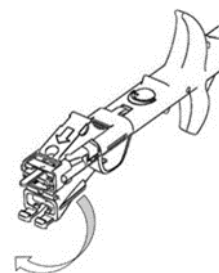

Fig. 4
6. Lösen Sie vorsichtig die Kartuschenspitze aus ihrer Halterung. Achten Sie darauf, dass Sie die Kartuschenspitze nicht beschädigen. Klappen Sie die Kartuschenspitze um 180° nach oben bis sie einrastet (siehe Abb. 4).